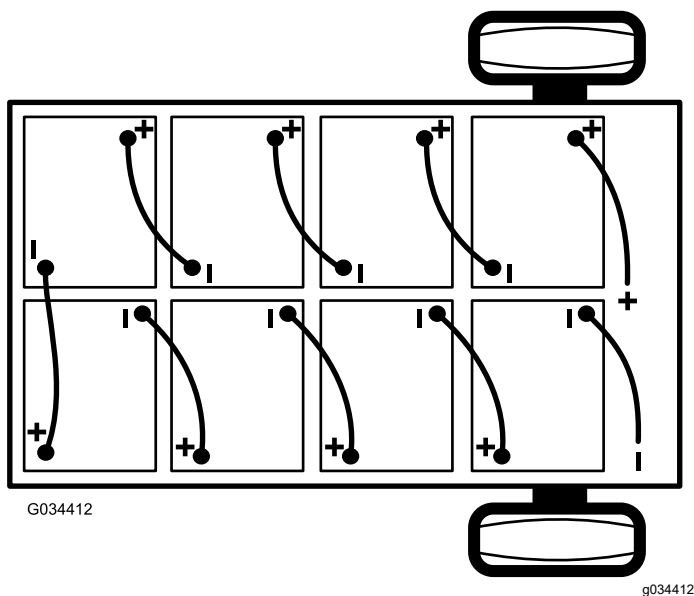

図 38
2. バッテリーと車体のアース端子を接続しているメインのマイナスケーブル黒を、バッテリーから外す **図 38**。
3. バッテリーと車体のメインコンタクトとを接続しているメインのプラスケーブル赤を、バッテリーから外す 図 38。
注 バッテリーを新しく積み込む場合には、極性に十分注意してください 図 38。
6. 図 38 に示すように、1 で外した中間接続ケーブルを使ってバッテリーを相互に接続する。
2. 車体に接続されているメインのプラスケーブル赤を、バッテリーに接続する 図 38。
3. 車体のアース端子に接続されているメインのマイナスケーブル黒を、バッテリーに接続する 図 38。